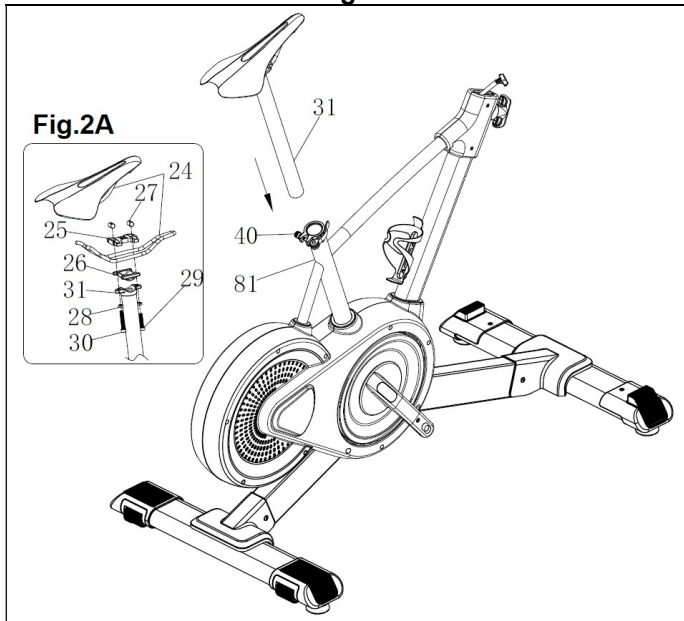

**Fig.1**
**2.** Coja el tubo caballete delantero (60) y posicónelo en el caballete delantero de la maquina, como muestra la Fig.1, e introduzca los tornillos (90), coloque las arandelas (7), (6) y apriete fuertemente. Suelte los tornillos (38), coloque la tapa delantera (97) y vuelva a colocar los tornillos (38).
**3.** Coja el tubo caballete trasero con ruedas (79), y con las ruedas hacia atrás, como muestra la Fig.1, introduzca los tornillos (90), coloque las arandelas (7), (6) y apriete fuertemente. Suelte los tornillos (38), coloque la tapa trasera (92) y vuelva a colocar los tornillos (38).